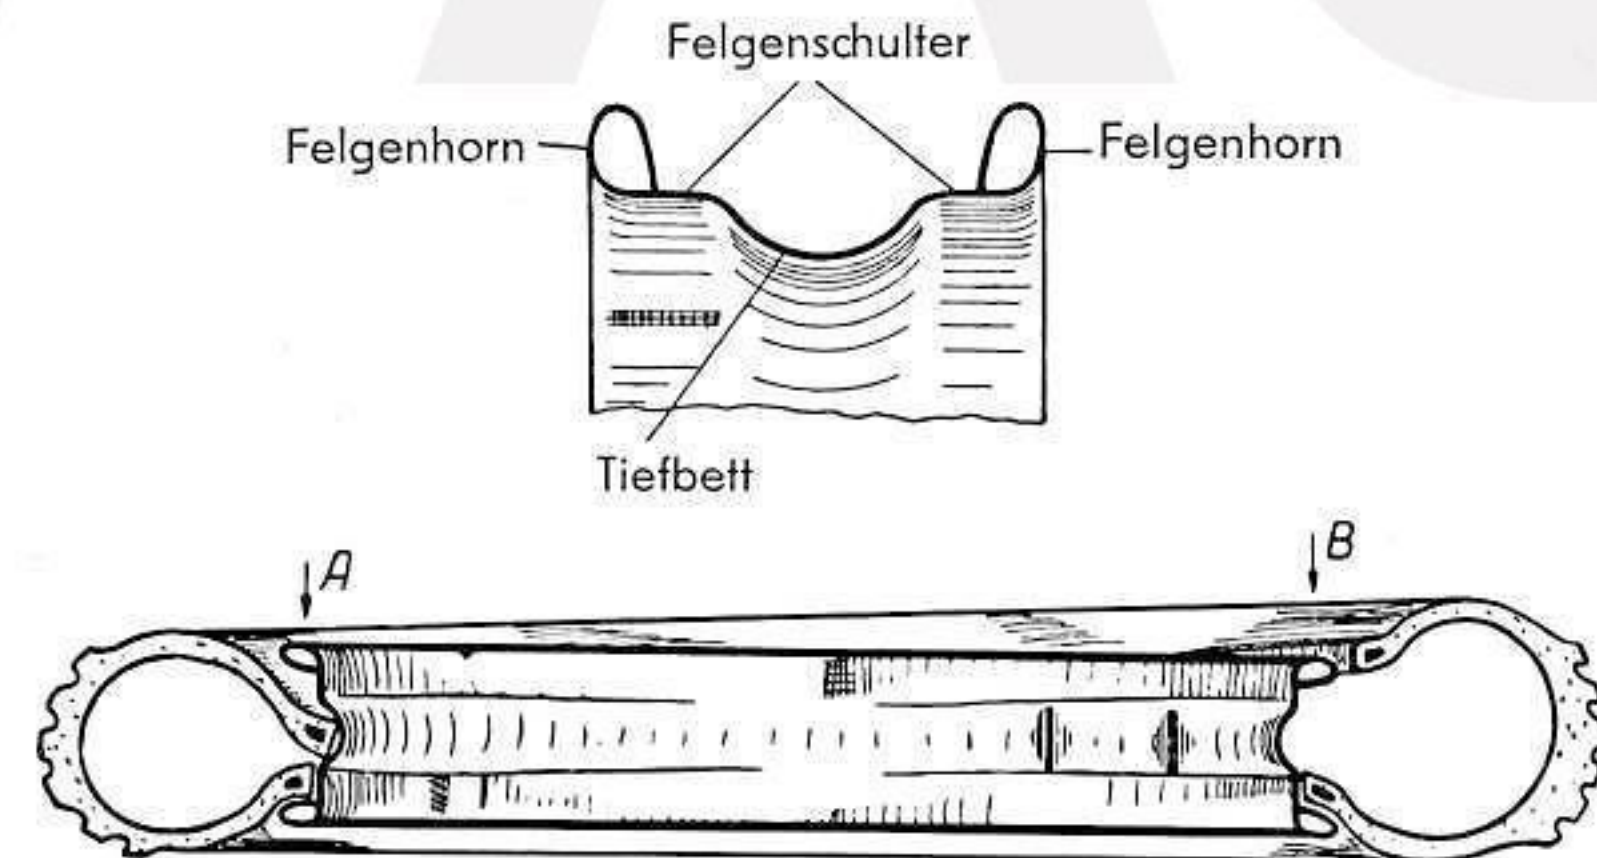

Abb. 40. Aufziehen von Drahtseilreifen auf Tiefbettsicherheitsfelgen
**Auflegen der Reifen:** Das Rad flach auf den Boden legen. Bei dem **Ventilloch beginnend** (bei **A**, siehe Abb. 40) wird der eine Wulst ins Tiefbett eingelegt und die andere Hälfte des Wulstes bei den Einkerbungen **B** über das Felgenhorn gedrückt; nun den leicht aufgepumpten Schlauch einlegen, indem man das Ventil durch das Ventilloch steckt und die Felgenmutter um einige Gänge